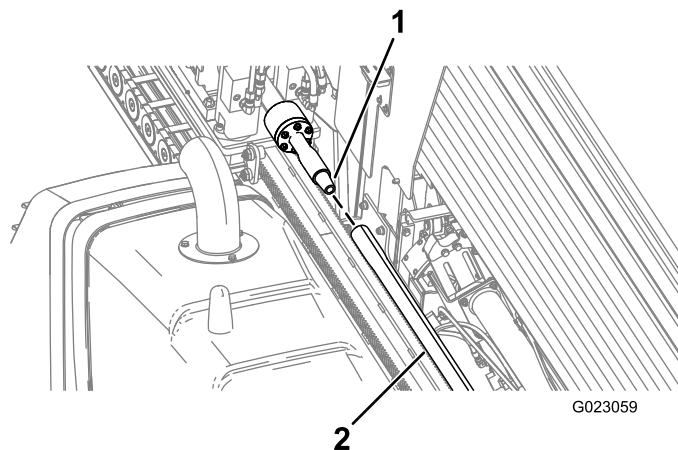

Рисунок 50
6. Поверните буровой шпиндель по часовой стрелке и медленно переместите каретку вперед, чтобы вставить шпиндель в конец трубы с внутренней резьбой (Рисунок 50).
вставить шпиндель в конец трубы с внутренней резьбой (Рисунок 50).